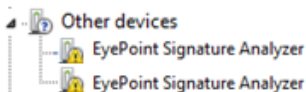

Рисунок 1. Отображение устройств в диспетчере устройств
5. После подключения устройства запустится автоматический поиск драйверов, который, завершится неудачей. Для установки драйверов найдите в «Диспетчере устройств» раздел «Другие устройства», в нем должны быть два устройства EyePoint Signature Analyzer (Рисунок 1).